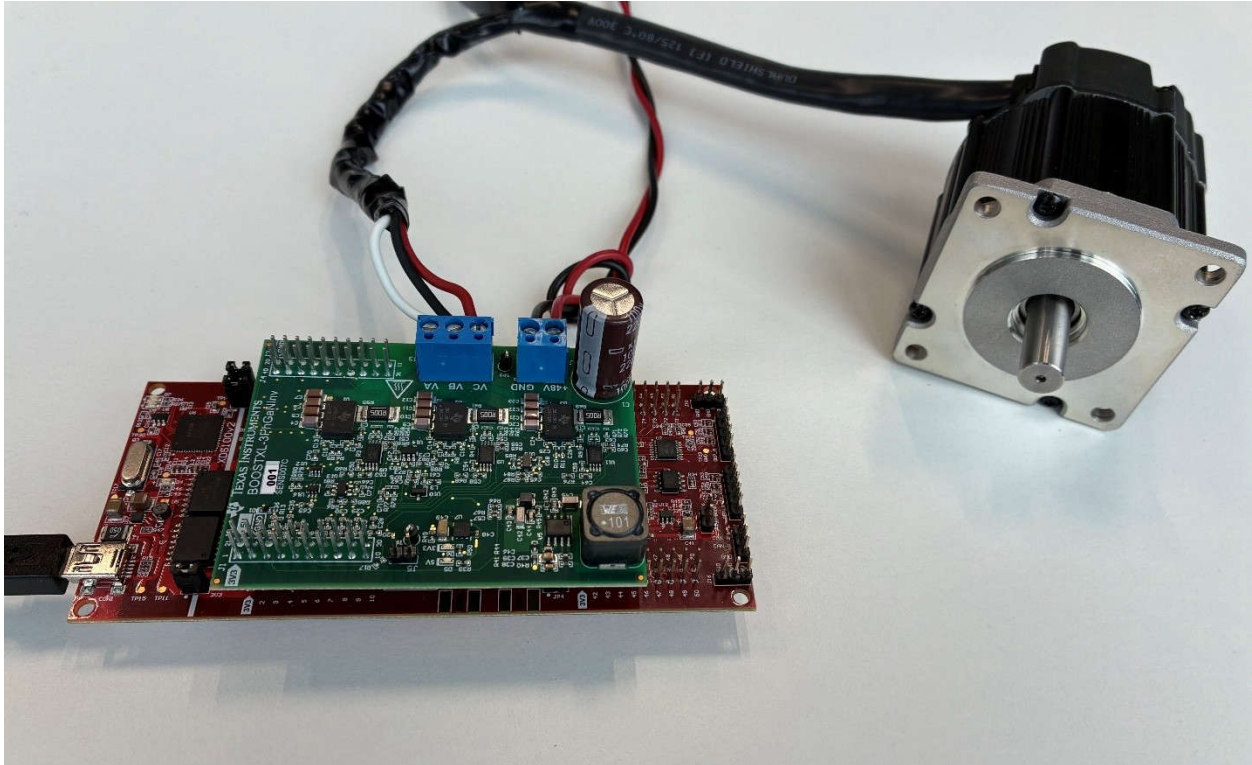

图 2-1. LAUNCHXL-F28379D、BOOSTXL-3PHGANINV 和 LVSERVOMTR，由 Mathworks 基于 Simulink 模型的无传感器 FOC 实现支持。
按照下述步骤获取基于 Simulink 模型的无传感器 FOC 实现，该实现可在德州仪器 (TI) 基于 LAUNCHXL-F28379D、BOOSTXL-3PHGANINV 和 LVSERVOMTR (图 2-1) 的商用开发套件上运行。